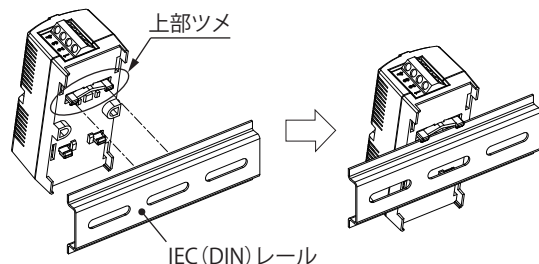

図8
- 本体の上部ツメを IEC (DIN) レールに引っ掛けます。(図 8)